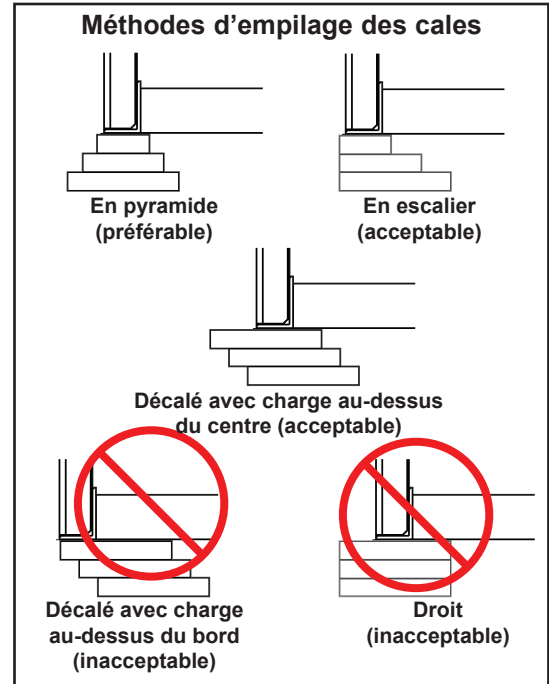

Figure 10
2. À partir des résultats obtenus à l'étape 1, créer les piles de cales individuelles sur le fond de la fosse à chaque emplacement (**B**). Constituer chaque pile de cales (**M**) de telle sorte que la cale du haut mesure au moins 102 mm x 102 mm (4 po x 4 po) et que les cales inférieures soient successivement plus grandes afin de pouvoir les souder ensemble à l'aide d'une soudure d'angle. Si la méthode d'empilage décalé est utilisée, s'assurer que la charge est au-dessus du centre de la pile de cales, pas au bord. NE PAS utiliser de méthode d'empilage droit. Voir Figure 10.